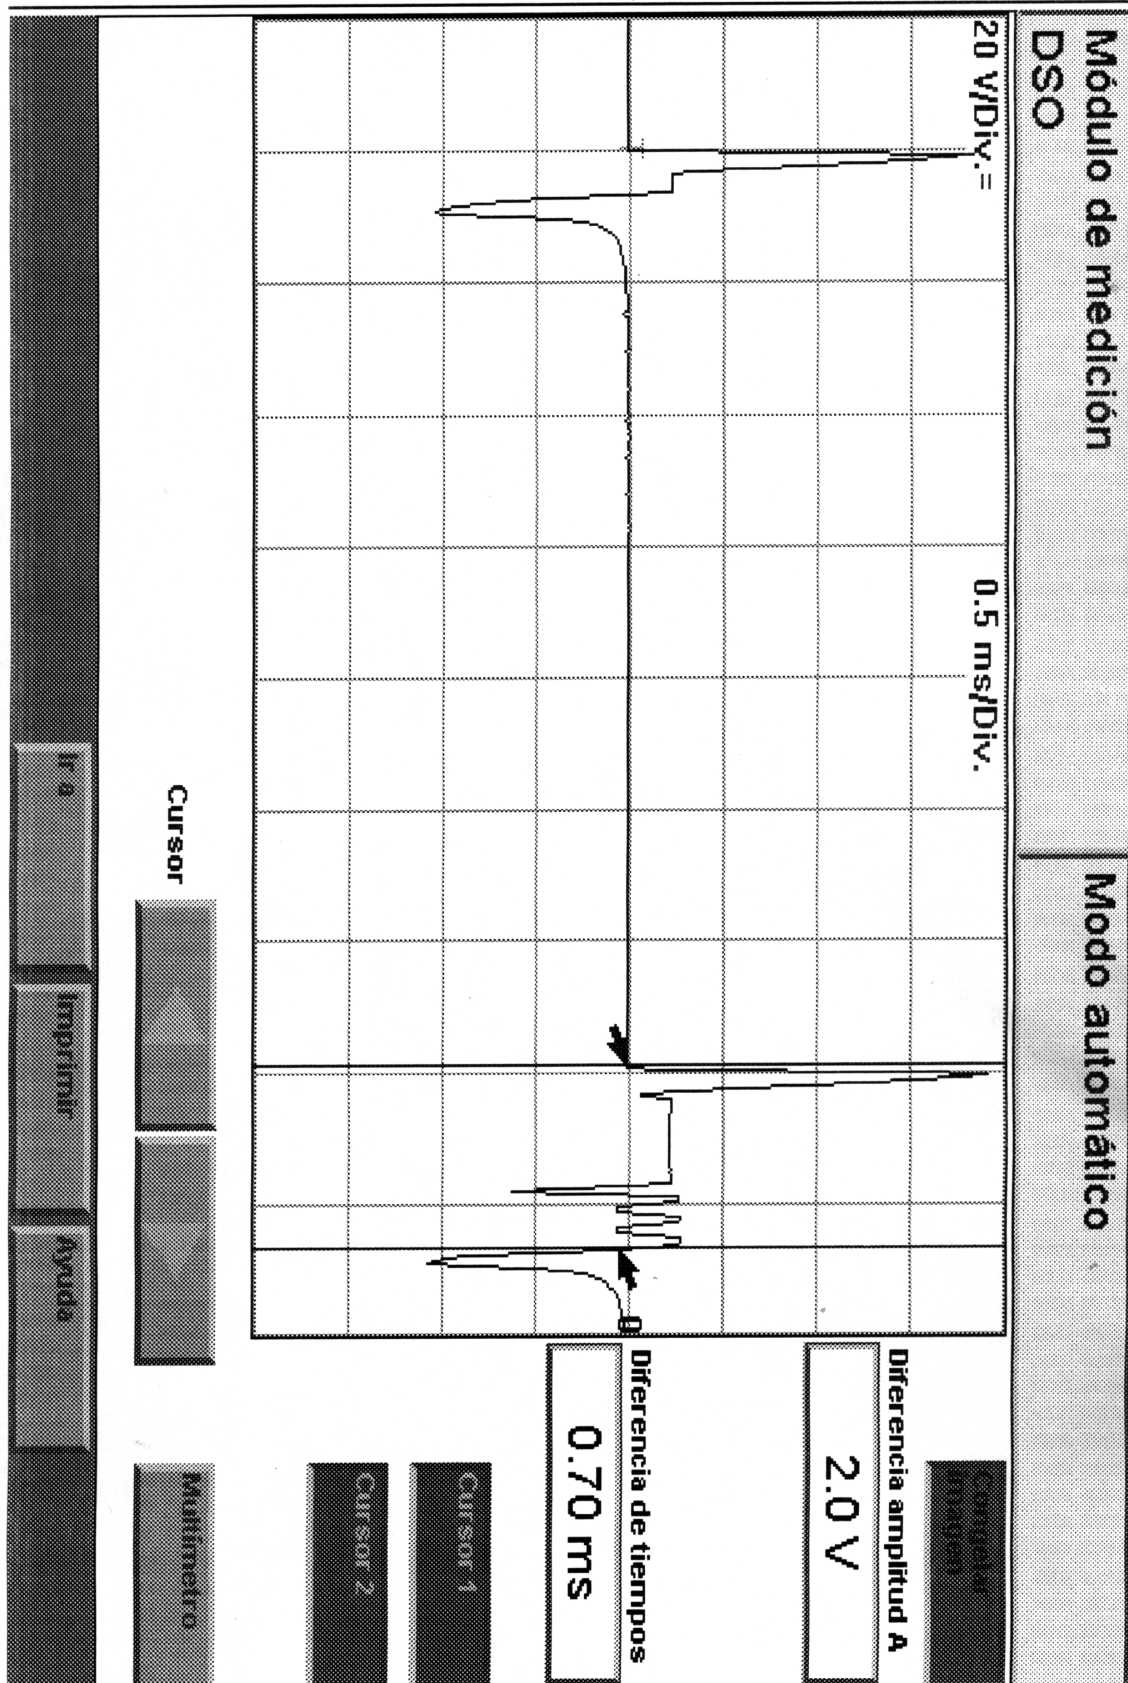

FIG 6
- 6.1. Anotar también la duración de la inyección en milisegundos según el VAG 1551: **0'68** ms y según el osciloscopio: **0'70** ms. **Ver fig 6**